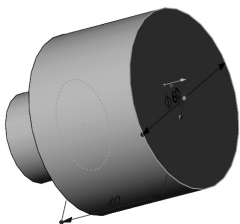

图 2-29 选择将放置新草图的面
- [3] 按住 Ctrl 键并单击，放置新草图的面，如图 2-29 所示。